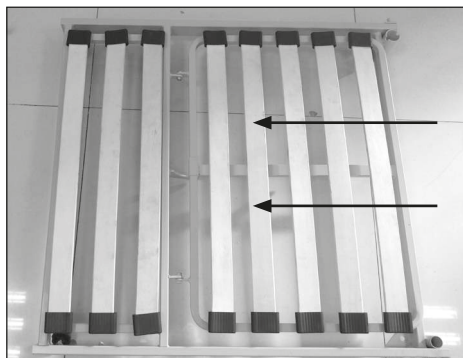

Fig.30
1. Inserire i due tubolari rettangolari all'interno del telaio lato alzatesta e spingerli fino alla battuta (Fig.30)